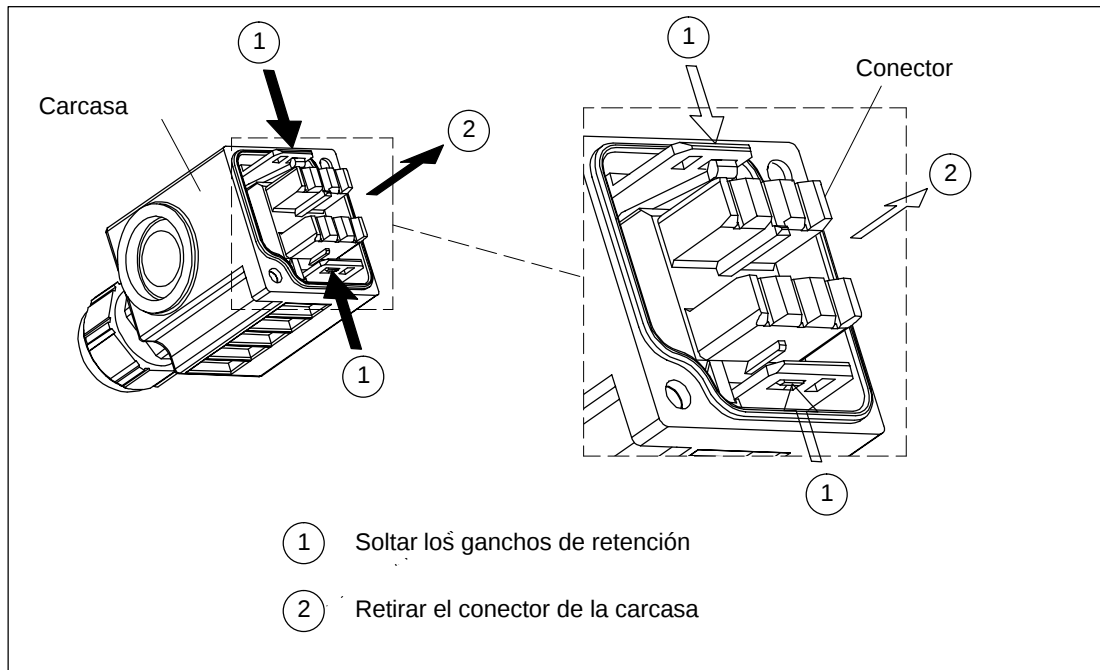

Figura 4-8 Desmontar el conector de la carcasa
1. Soltar los dos ganchos de retención como indica la figura 4-8 sirviéndose para ello de una herramienta puntiaguda.